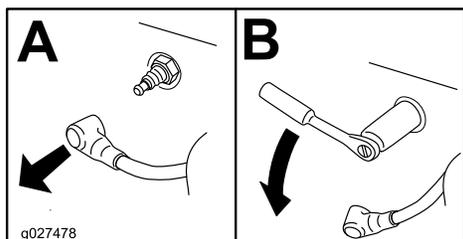

Рисунок 62
4. Найдите и снимите свечу (свечи) зажигания, как показано на Рисунок 62.